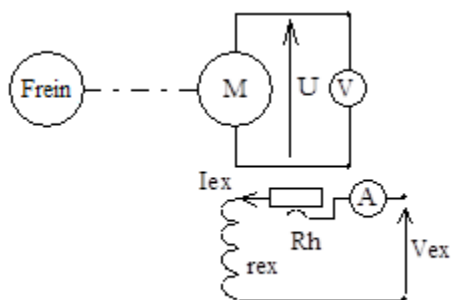

Fig 10
1) Réaliser le montage suivant Fig 10.